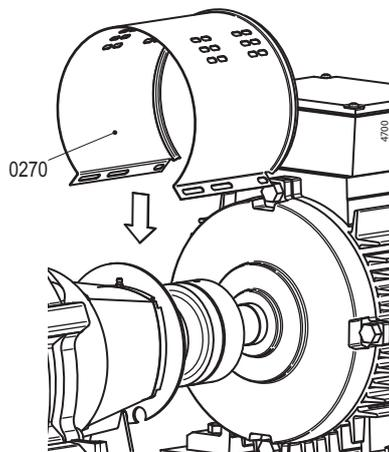

Figura 13: Montare la camicia a lato del motore.
- 2 Togliere entrambe le camicie di protezione (0270). Vedere la figura 13.